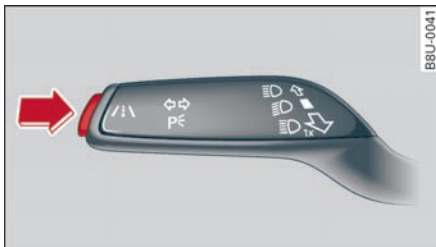

图 136 转向信号灯操纵杆：车道保持辅助系统的按钮
- ▶ 如要打开/关闭系统，请按压按钮 ⇨ 图 136。组合仪表中的指示灯 亮起或熄灭。